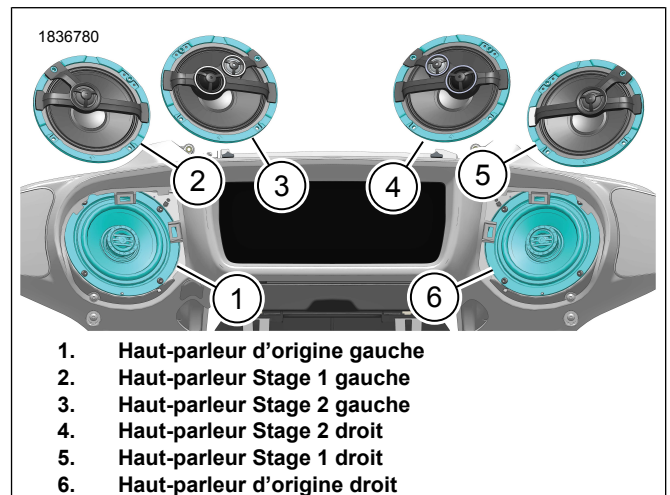

Figure 5. Orientation des haut-parleurs (typique)
1. Voir la figure 5. Orienter le haut-parleur Stage I (2, 5) ou II (3, 4) comme indiqué.